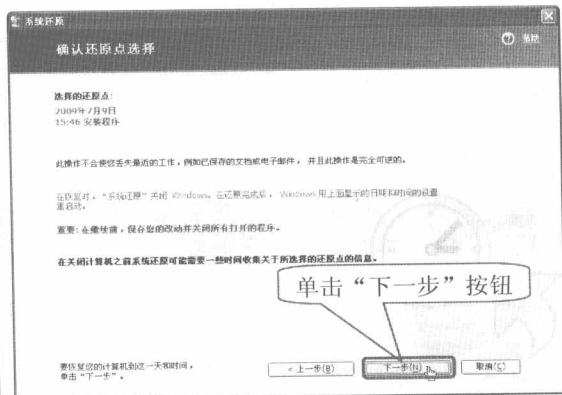

图 10-6 单击“下一步”按钮
步骤③ 此时将弹出一个确认界面，其中显示了所选还原点的相关信息。如果确定要进行还原操作，则单击“下一步”按钮（如图 10-6 所示），此时电脑将重新启动，并恢复操作系统到设置的还原点的状态。